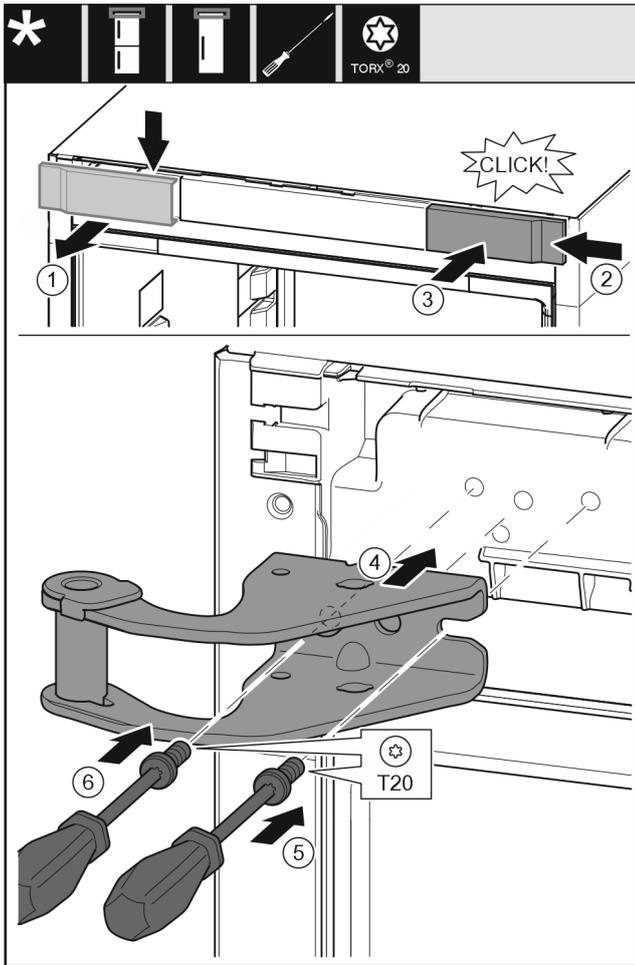

Fig. 32
- ▶ Снимите крышку Fig. 32 (1) сверху вперед.
- ▶ Навесьте крышку Fig. 32 (2), повернув ее на 180°, справа с другой стороны.
- ▶ Зафиксируйте крышку Fig. 32 (3).
- ▶ Установите верхний опорный кронштейн Fig. 32 (4).
- ▶ Установите и затяните винт Fig. 32 (5) отверткой.
- ▶ Установите и затяните винт Fig. 32 (6) отверткой.